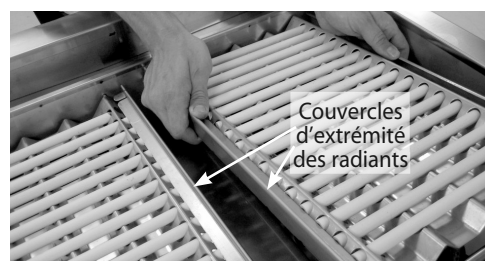

Fig. 41
5. Placez le radiant assemblé dans l'appareil (Fig. 41).
Le placement des plateaux dans le gril est crucial pour assurer une performance de cuisson uniforme. Les couvercles d'extrémité des radiants verrouillés doivent se trouver au milieu du gril. Voir Figure 41.